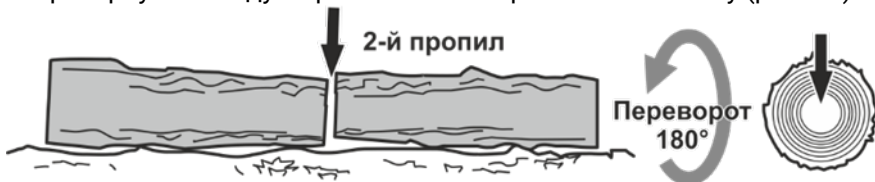

Рисунок 13. Схема остаточного розпи́лу колоди з протилежного боку.
2. Перевернути колоду та розпиляти її з протилежного боку (рис. 13).